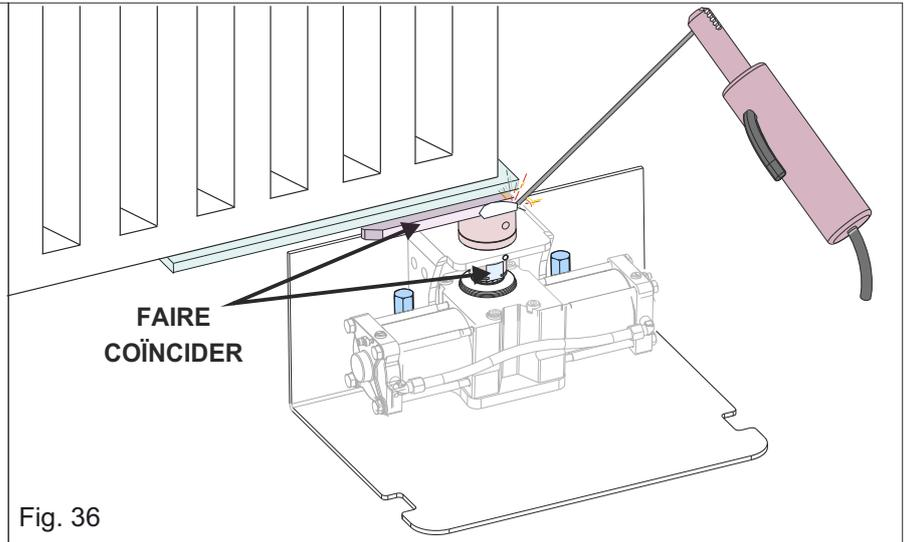

Fig. 36
**⚠ IL EST CONSEILLE DE SOUDER LE SUPPORT DE L'ETRIER ET LA TIGE DU CAISSON (FIG. 36) APRES AVOIR INSTALLE L'OPERATEUR A L'INTERIEUR DU CAISSON PORTANT, AFIN DE PROFITER DE TOUTE LA COURSE DISPONIBLE ET, POUR VERSIONS AVEC RALENTISSEMENT HYDRAULIQUE, DE FACILITER L'ATTEINTE DU POINT DE DEBUT DE RALENTISSEMENT SOUHAITE**